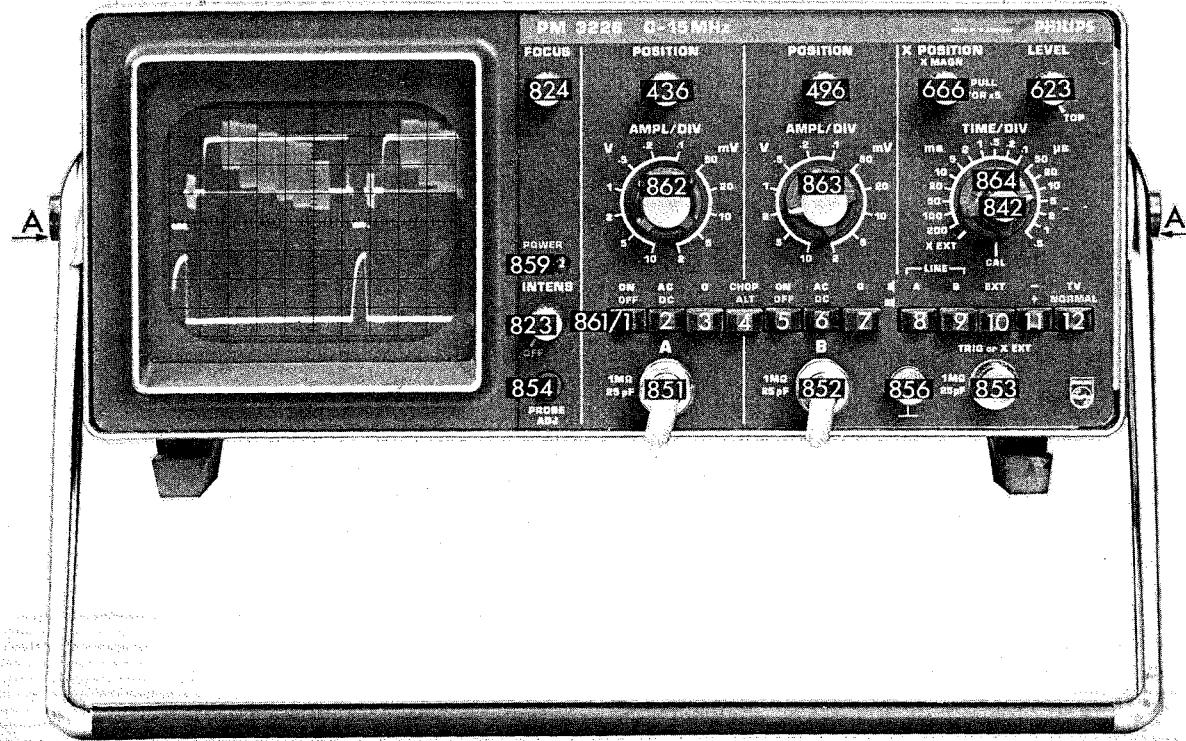

Abb. 2.2. Frontansicht mit Angabe der Bedienungsorgane
Das Gerät kann in horizontaler Lage, in vertikaler Lage, oder mit Hilfe des heruntergeklappten Tragbügels in verschiedenen gekippten Lagen aufgestellt und betrieben werden. Um den Tragbügel frei zu setzen, beide Schwenkknöpfe A (siehe Abb. 2.2) drücken.
2.1.6. Bedienungsorgane und Buchsen (Abb. 2.2.)
- den Handgriff von der Frontplatte wegschwenken, dazu sind die beiden Verriegelungsknöpfe A (siehe Abb. 2.2.) zu drücken.